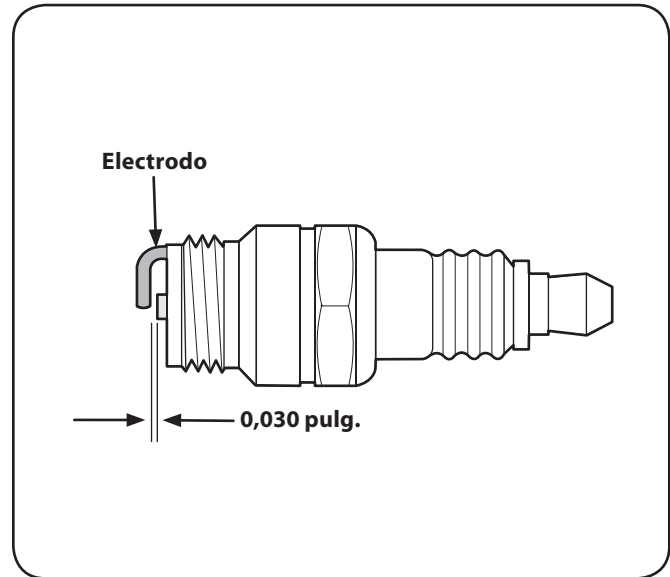

Figura 6-4
3. Mida la separación de bujía con un calibre. Corrija de ser necesario torciendo el electrodo lateral. Vea la Figura 6-4. La separación debe establecerse en 0,030 pulg.